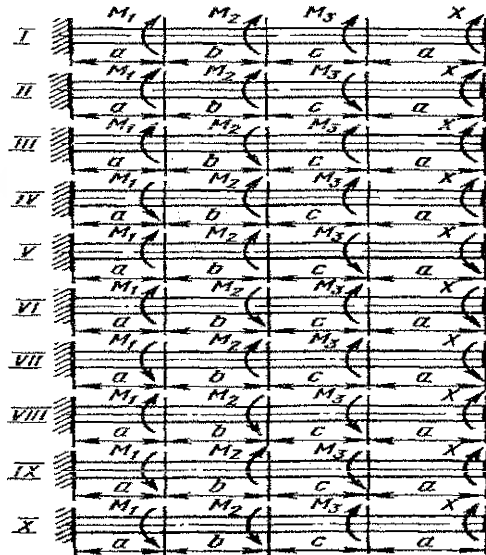

Рисунок 3 – Схемы стальных валов
**Задача 3.** К стальному валу приложены три известных момента:  $M_1$ ,  $M_2$ ,  $M_3$  (рис. 3).